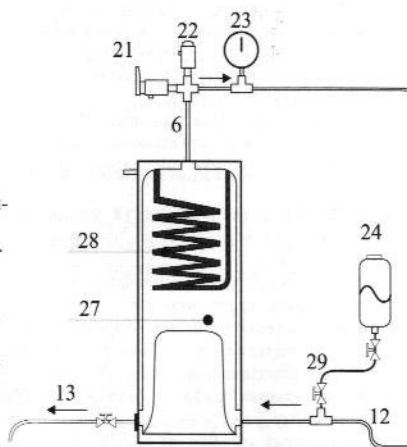

Рис.7
6. Обеспечение безопасности эксплуатации котла с расширительным баком закрытого типа (Рис. 7).